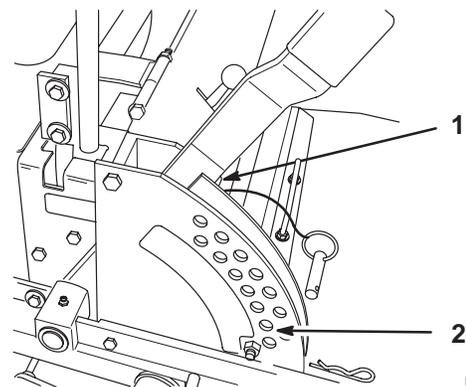

Figure 55
4. Relevez le plateau de coupe en position de transport et détendez les deux grands ressorts de levage du plateau en desserrant l'écrou situé devant chaque ressort (Fig. 55).
5. Placez 2 cales épaisses (38 mm [1-1/2"]) sous les bords inférieurs arrière gauche et droit de la tondeuse. Placez 1 cale (57 mm [2-1/4"]) sous le bord inférieur central avant de la tondeuse. Sélectionnez la hauteur de coupe de 51 mm (2") (Fig. 55).
13. Déplacez le levier de relevage du plateau de coupe à la position de transport (Fig. 55).